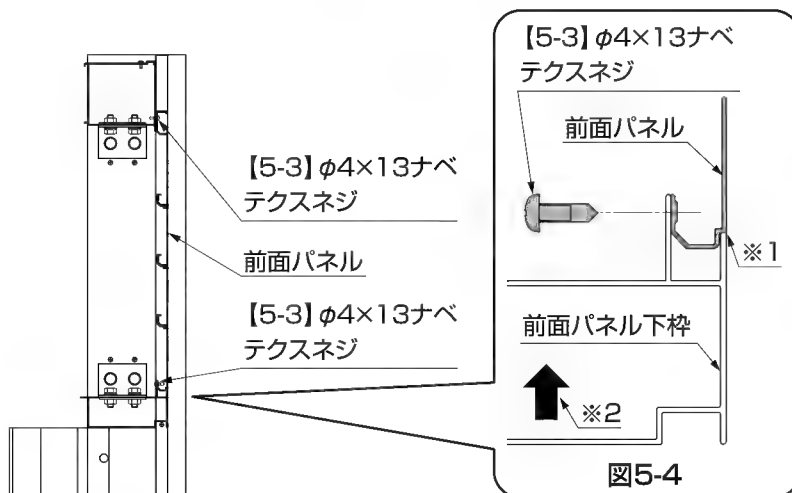

図5-4
- 前面パネルを差込んだとき、前面パネルのくぼみ(※1)が前面パネル下枠の受けに入っているか確認してください。(図5-4参照)
- ④前面パネル下枠の家側から【5-3】で前面パネルを固定してください。